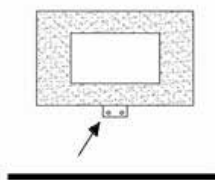

Fig. 5
- Marker 2x nederste hulposition for det nederste lille/korte støttebeslag (se fig. 5 markeret med en pil), fjern varmeapparatet.